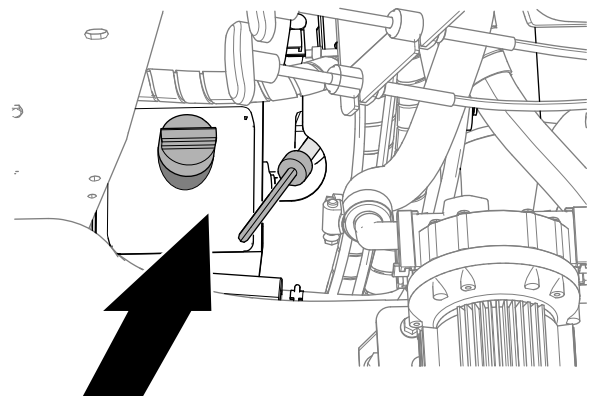

Figure 69
3. Sortez la jauge du moteur et essuyez-la sur un chiffon propre (Figure 69).